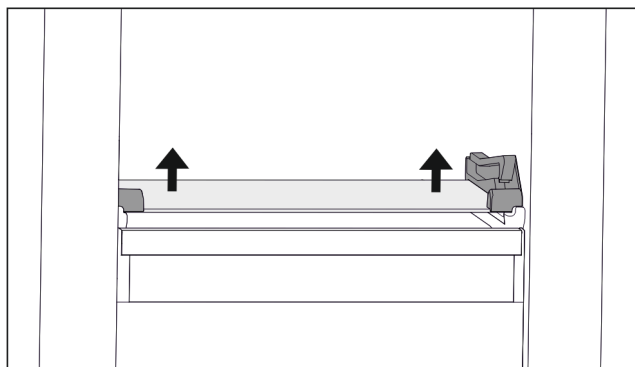

Fig. 70 Стъклена плоча на наклонящото се чекмедже
- Натиснете стъклената плоча от долу нагоре от двете страни. (виж Fig. 70)